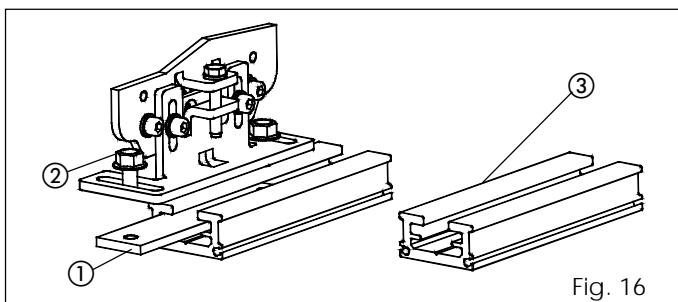

Fig. 16
- Monte el perfil de fijación de la hoja (acesorio fig. 16 ref. ③) en la parte superior de la hoja, utilizando para ello tornillos adecuados.
- Fije la hoja en los respectivos carros utilizando las placas (fig. 16 ref. ①) y los tornillos (fig. 16 ref. ②) en dotación.